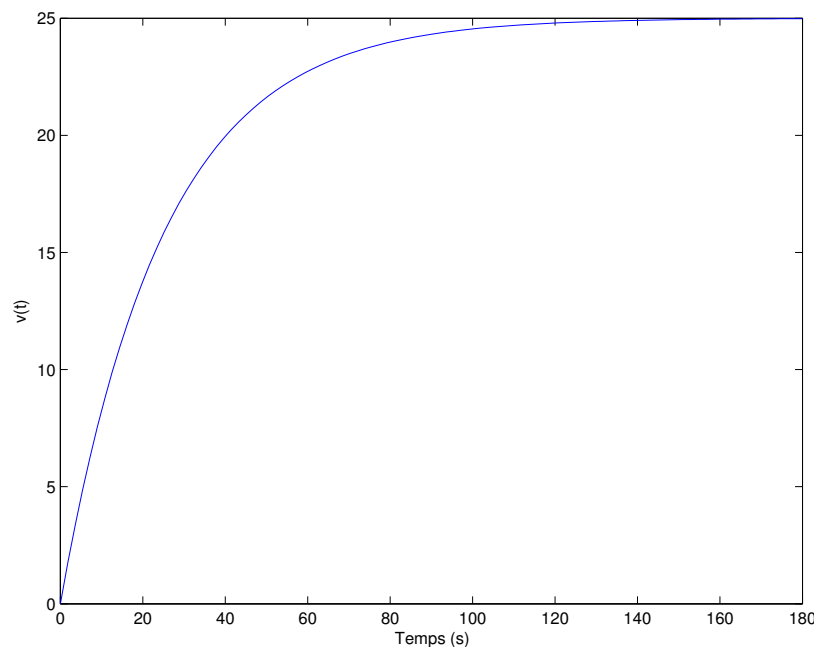

FIGURE 1 – Evolution de $v(t)$ lorsque l'on applique une entrée constante $u(t) = 20$.
2. On trace en Figure 1 l'évolution de $v(t)$ lorsque l'on applique une entrée constante $u(t) = 20$. En déduire les valeurs de m et de μ .